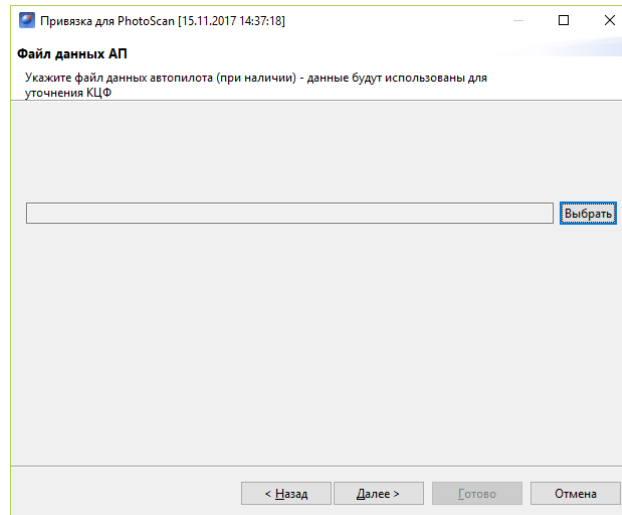

Рис. 128: Указание файла данных АП
6. При наличии файла лога автопилота, укажите файл данных, который будет использоваться для уточнения координат центров фотографирования полученных фотографий (рис. 128).